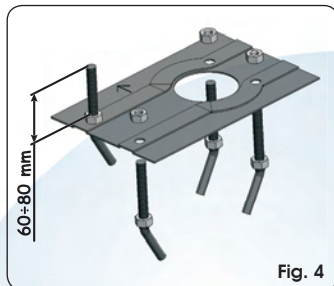

Fig. 4
1. Assembleer de funderingsplaat zoals in Fig. 4.